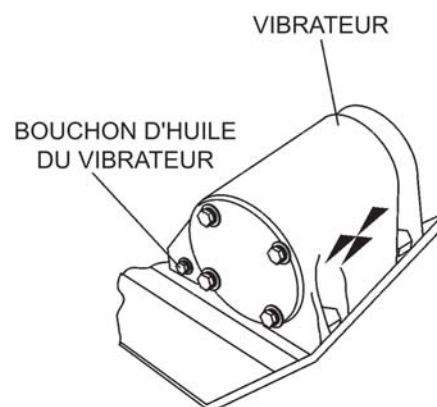

Figure 10. Bouchon d'huile pour le vibrateur
2. Vérifiez le niveau d'huile du vibrateur en retirant le bouchon (jauge d'huile du vibrateur) tel qu'illustré dans la figure 10. Le niveau d'huile devrait atteindre le bouchon d'huile. Si vous devez ajouter de l'huile, n'utilisez que de l'huile moteur SAE 10W-30.